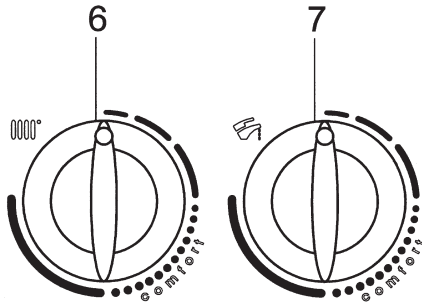

Fig. 22A
- 1) Turn the control knob 6 (figure 1) fully counter-clockwise to its minimum value as shown in figure 22A.
- 1) tourner le bouton 6 (figure 1) dans le sens inverse des aiguilles d'une montre et les mettre sur la valeur minimum comme le montre la figure 22A;
4.1) If there is no manual exit as described in point 4, after 5 minutes approx the “view parameters” function will be interrupted automatically. When automatic exit is tripped, the letter “d” will be displayed, alternating with the boiler flow temperature value. The display remains in this state until such time as the position of the knob 6 (figure 22A) is changed, or until the boiler is disconnected from the power supply.
4.1) Si la sortie manuelle décrite au point 4 n’est pas effectuée, la fonction “affichage paramètres” est interrompue automatiquement au bout de 5 minutes. Lorsque la sortie automatique a lieu, l’afficheur visualise la lettre “d” en alternance avec la valeur de la température d’amenée. Ce message reste affiché jusqu’à ce que l’on déplace la manette 6 (figure 22A) ou si l’on coupe l’alimentation électrique de la chaudière.